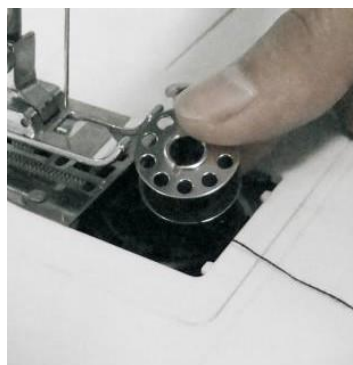

Рисунок 8
- 2) Вставьте новую шпульку в держатель так, чтобы нить шла по часовой стрелке. Оставьте 10 см нити свободно свисать (Рисунок.8).